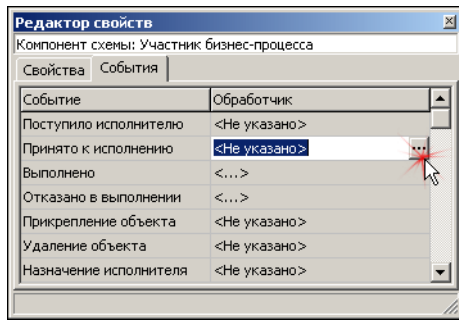
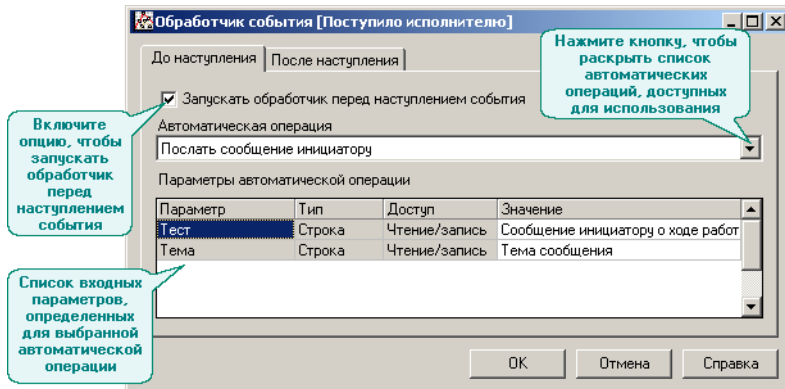

Рис. 4.29.
Рис. 4.30.
2. Выберите событие, для которого назначается обработчик, и щелкните мышью в ячейке **Обработчик**. В правой части ячейки появится кнопка выбора. Нажмите ее (рис. 4.29). Откроется окно **Обработчик события – [Название события]** (рис. 4.30). Оно имеет две вкладки **До наступления** и **После наступления**.